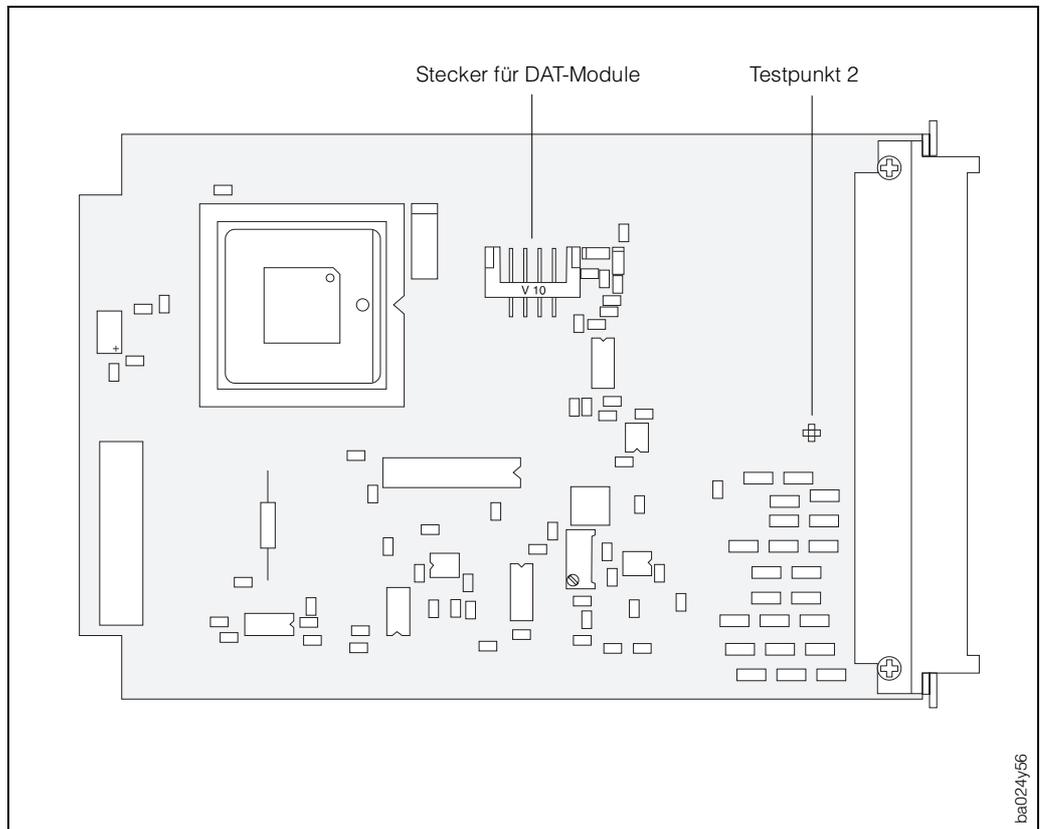

Abb. 48
5. Falls erforderlich, DAT-Baustein von der entsprechenden Stiftleiste (Abb. 48, Seite 86: V 10) der Meßverstärkerplatine abziehen: